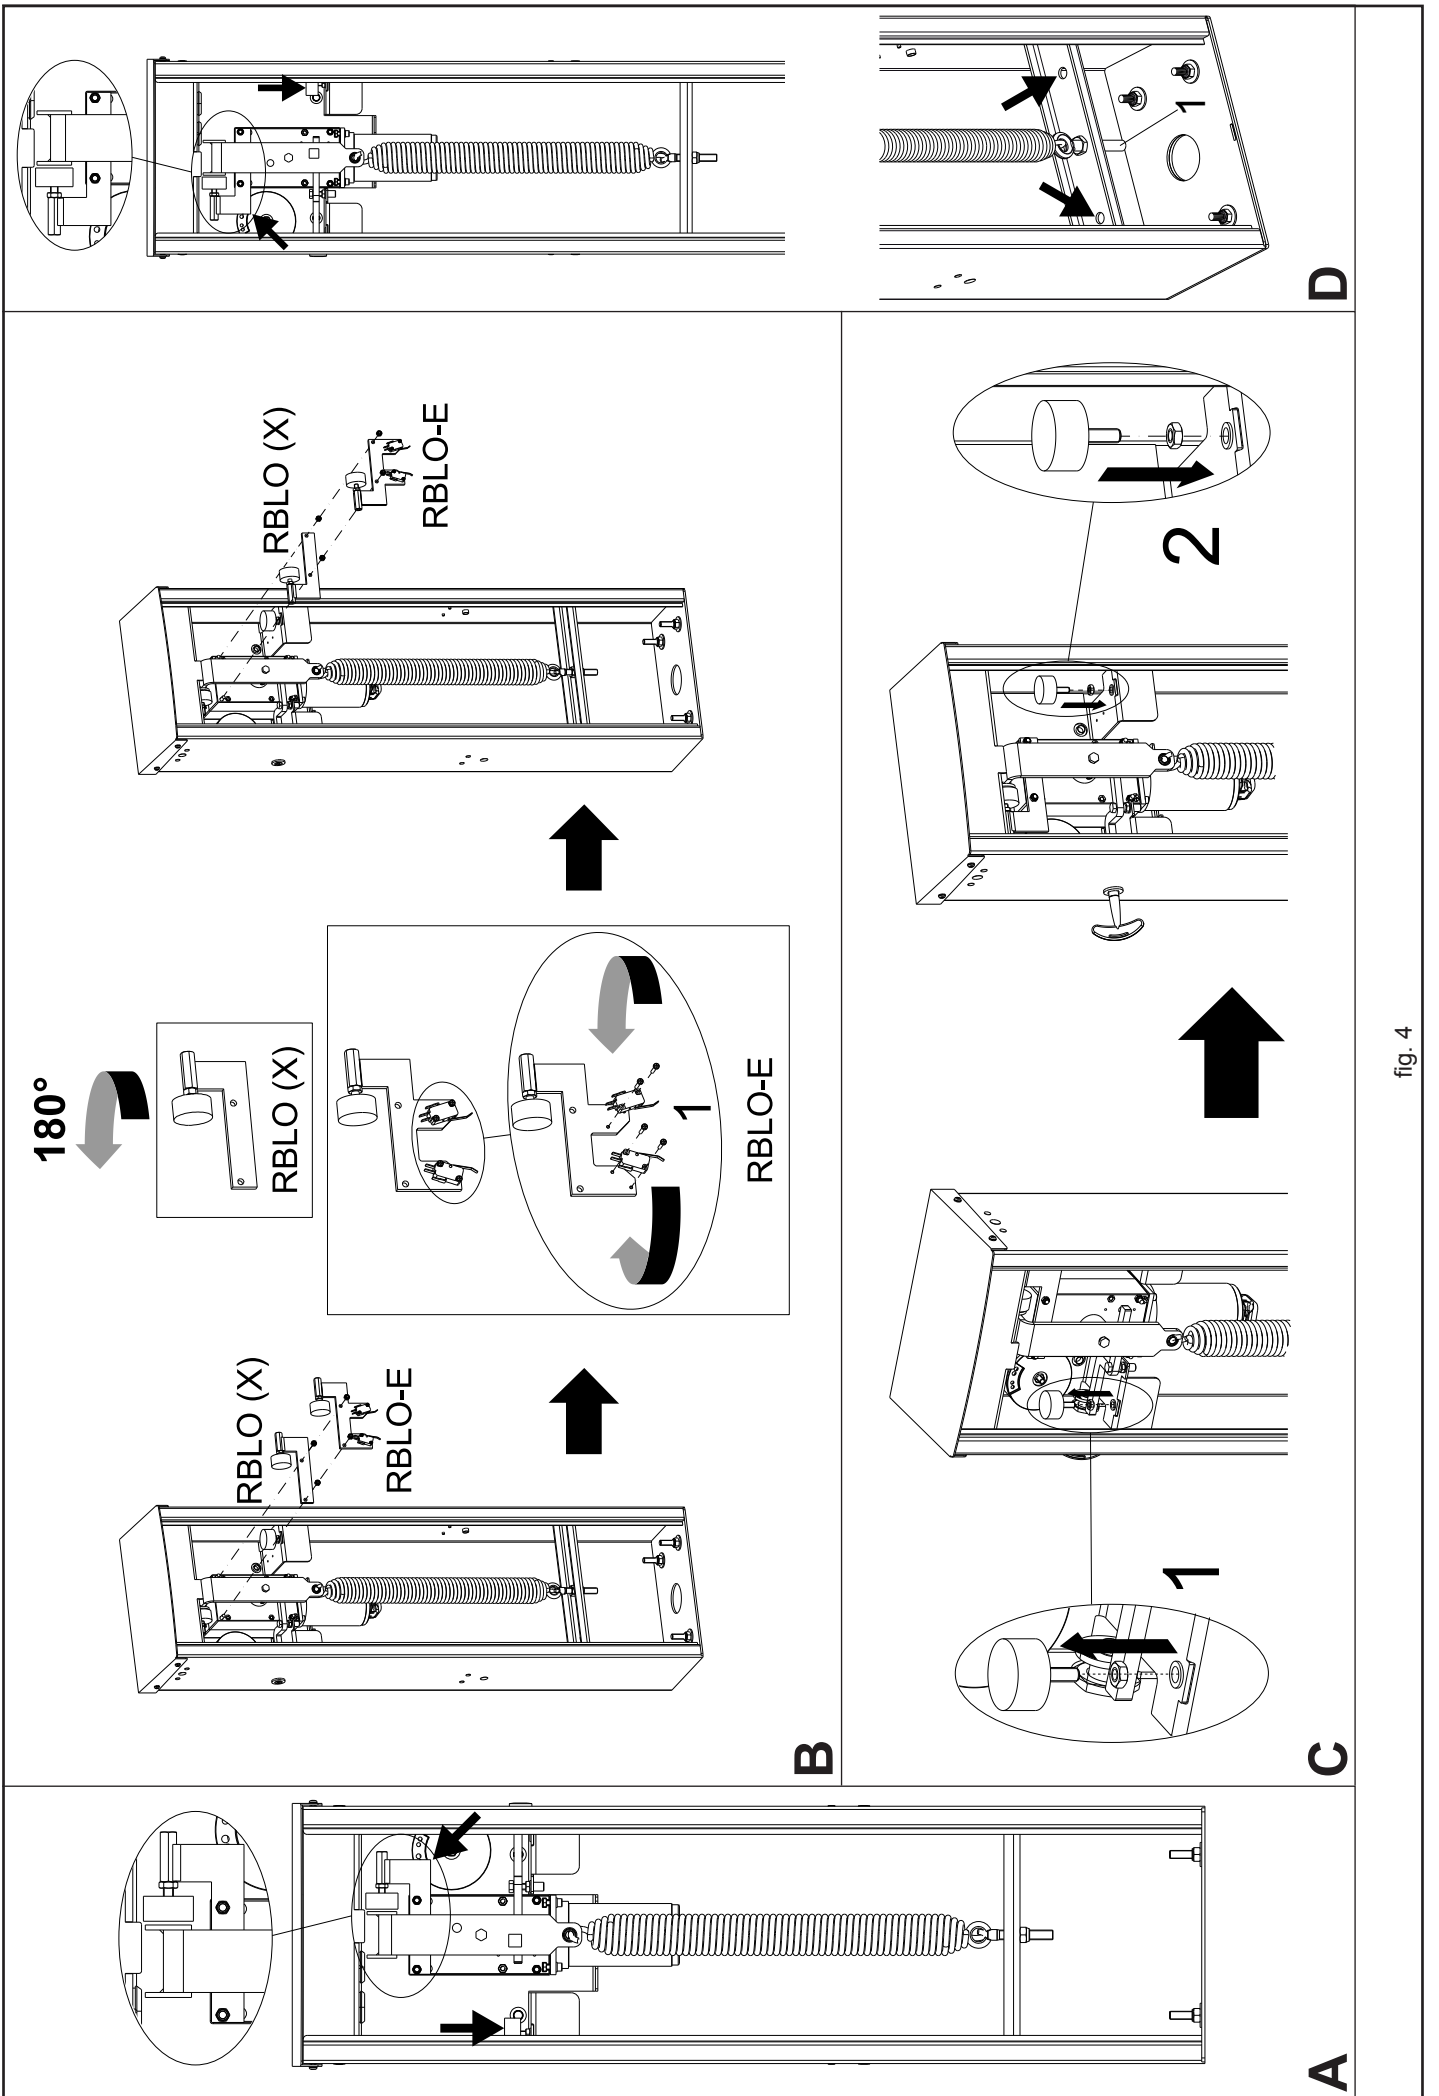

fig. 4
- 1\_ Die Schranke kann nach rechts (RE) funktionieren, wenn die Platten wie in A - Abb. 4 montiert ist.
- 2\_ Die Schranke kann nach links (LI) funktionieren, wenn die Platten wie in D - Abb. 4 montiert ist.
- 1\_ nachdem Muttern und Unterlegscheiben entfernt worden sind, die obere Halterung (B, Abb. 4) abmontieren, um 180° drehen und erneut befestigen;
RBLO-E: Entfernen Sie die Endanschlüsse und befestigen Sie sie an der der Halterung gegenüberliegenden Seite (1 B Abb. 4);
- 2\_ Entfernen Sie nun die mechanische Sperre (1 C Abb. 4) mit der entsprechenden Mutter und befestigen Sie sie auf der dem Schrank gegenüberliegenden Seite (2 C Abb. 4);
**BITTE BEMERKEN: sollte beim Auswuchten eine höhere/senkere Last als vorgesehen notwendig sein, muss die Öse (1 D, Abb. 4) im Loch nach rechts oder links verschoben werden, um die Last zu erhöhen bzw. zu verringern.**